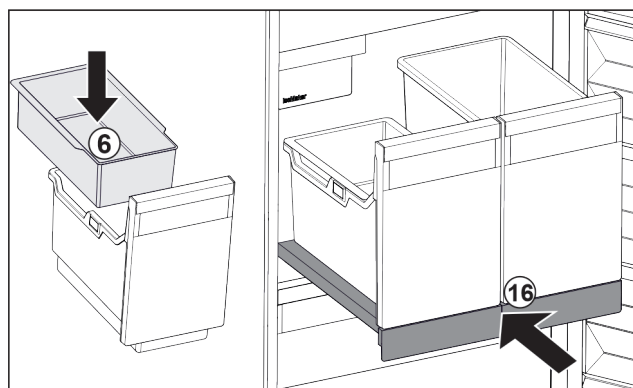

Fig. 111
- Inhangschaal Fig. 111 (6) voor ijsblokjes aanbrengen.
- Uitschuifplateau met bak (IceTower) er inschuiven. Fig. 111 (16)